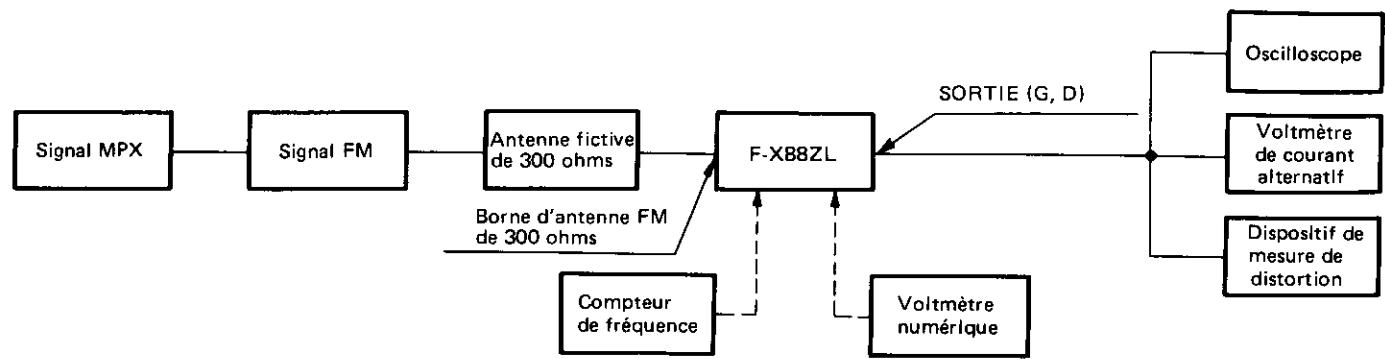

Fig. 8-2 Connexion du tuner FM
- Realice las conexiones como se muestra en la Fig. 8-2.